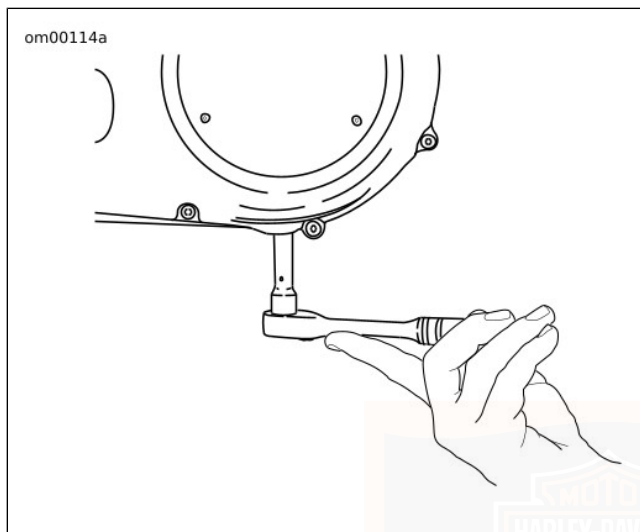

Figure 55. Retrait du bouchon de vidange du carter de chaîne primaire
2. Voir Figure 53 et la Figure 55. Déposer le bouchon de vidange magnétique du fond du couvercle de carter de chaîne primaire. Vidanger le lubrifiant dans un récipient approprié.